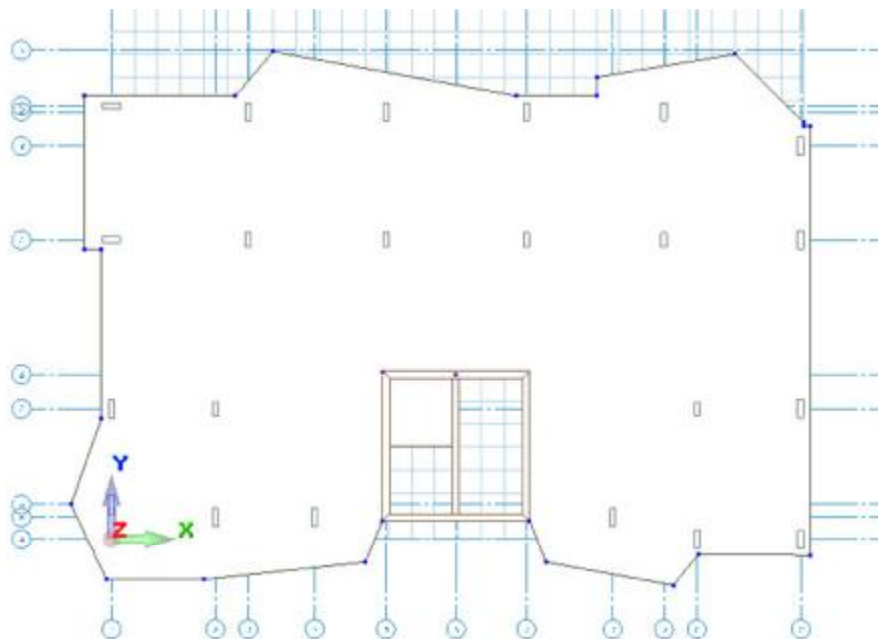

Рис. 3.7. Расположение проема в плите перекрытия на виде сверху
- ▶ Задайте прямоугольное отверстие для лестничной клетки в ядре жесткости, вводя последовательный набор точек вершин прямоугольника по диагонали (рис.3.7).